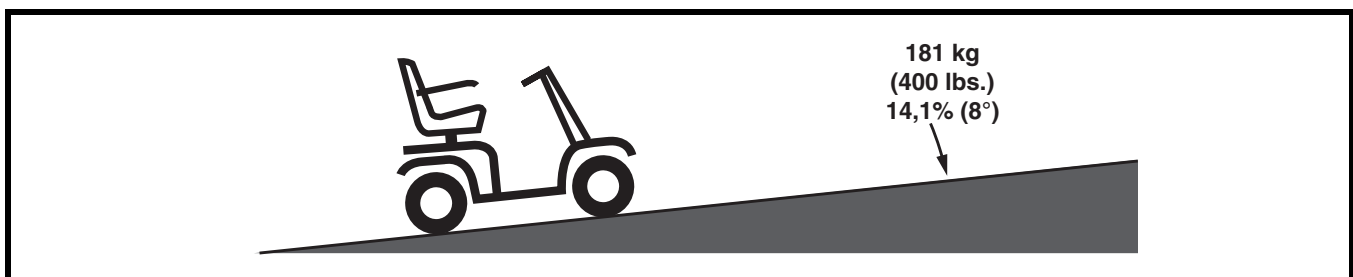

Abb. 1. Maximal Empfohlene Steigung für 4-Rad Betrieb
Da in manchen Ländern öffentliche Rollstuhlrampen nicht einer staatlichen Regulierung unterliegen, ist der Steigungswinkel nicht unbedingt immer gleich. Andere Steigungen können naturbedingt oder künstlich sein, aber nicht für Elektromobile konstruiert. **Abb. 1.** zeigt die Stabilität Ihres Elektromobils sowie seine Fähigkeit, Steigungen mit verschiedenen Ladungen und unter geregelten Testbedingungen zu überwinden
**WARNUNG! Jeder Versuch, eine größere Steigung als abgebildet in Abb. 1 zu überwinden, kann zu Instabilität und eventuell zum Umkippen Ihres Elektromobils führen.**